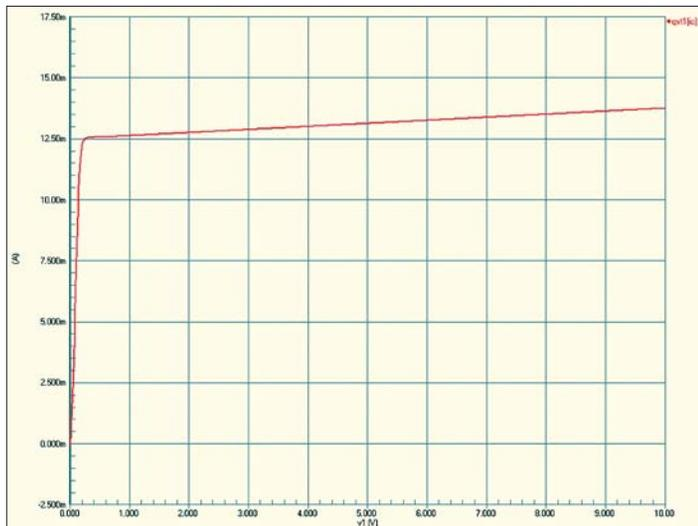
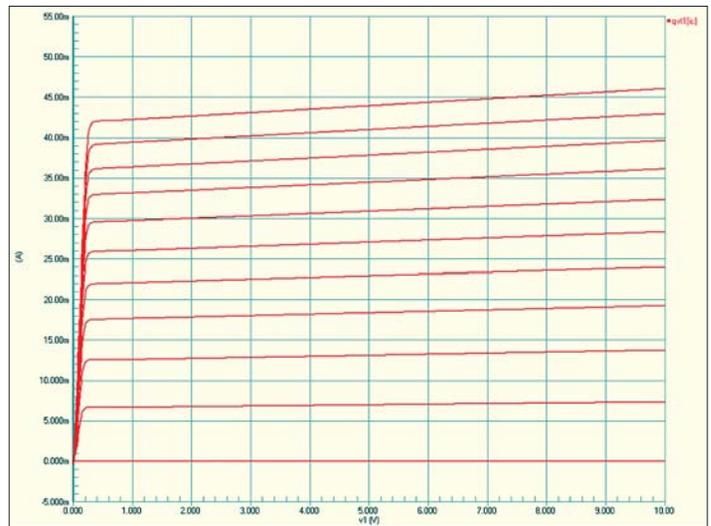
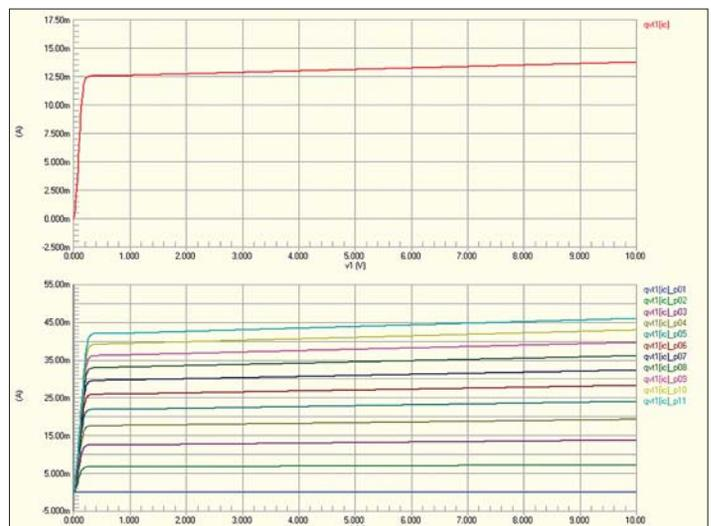

Рис. 4. Выходная характеристика транзистора при фиксированном значении базового тока
Рис. 5. Семейство выходных характеристик транзистора при разных значениях базового тока
Рис. 7. Семейство выходных характеристик транзистора, полученных в ходе параметрического анализа
9. Нажатием кнопки Run Mixed Signal Simulation на панели инструментов Mixed Sim или горячей клавиши F9 запустим процесс моделирования. Система переключится в режим отображения документа DC Sweep.sdf с единственной вкладкой DC Sweep, на которой появится график зависимости тока коллектора от напряжения коллектор-эмиттер (рис. 4).
13. Нажатием кнопки Run Mixed Signal Simulation на панели инструментов Mixed Sim или горячей клавиши F9 запустим процесс моделирования. Система переключится в режим отображения документа DC Sweep.sdf, в котором на вкладке DC Sweep появится семейство выходных характеристик (рис. 5).
- мента DC Sweep.sdf, в котором на вкладке DC Sweep появятся два разных графика (рис. 7): первый — аналогичный показанному на рис. 4, и второй, с семейством кривых, — аналогичный показанному на рис. 5.